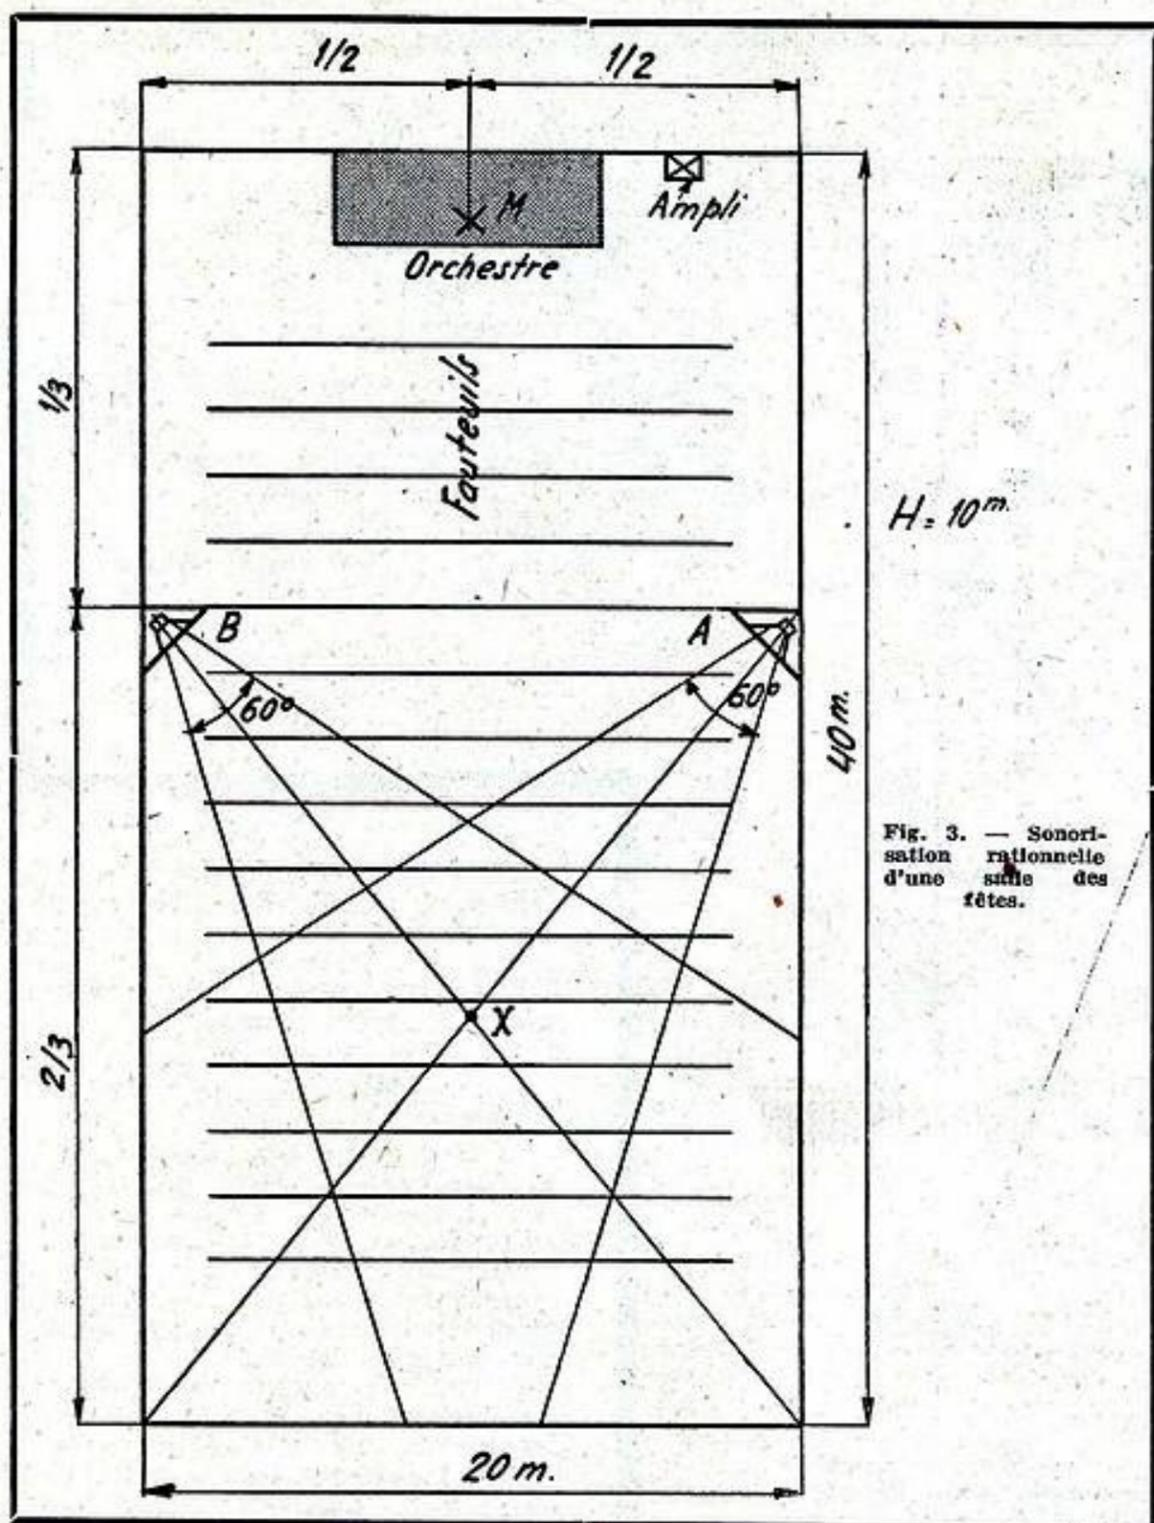

Fig. 3. — Sonorisation rationnelle d'une salle des fêtes.
Ici, il s'agit d'amplifier un orchestre ou des solistes lorsque la salle est grande. Prenons, par exemple, le cas d'une salle des fêtes. C'est une salle rectangulaire de 40 m sur 20 m et 10 m de hauteur (fig. 3). A une extrémité, s'élève la scène sur laquelle prennent place l'orchestre et les artistes. Le microphone est placé en M. Les amplificateurs doivent se trouver le plus près possible de la scène pour que le fil microphone soit court.
saire que tous les spectateurs voient l'artiste et que sa voix semble venir de la même direction. En d'autres termes, l'angle entre le rayon visuel et le rayon auditif doit être le plus faible possible, pour tous les spectateurs. Il est très désagréable de voir l'artiste devant soi et de l'entendre chanter, sur le côté ou derrière soi. C'est encore une raison pour laquelle il faut placer en A et B des haut-parleurs directs dont l'angle d'ouverture soit au maximum de 60°. Les cônes couverts sont indiqués sur la figure 3. On voit que jusqu'à la moitié de la salle, les spectateurs entendent uniquement l'artiste. Au delà, ils n'entendent que les haut-parleurs et l'angle vision-son est faible. La sonorisation est satisfaisante.
On tourne la difficulté en réalisant le schéma de la figure 3. Nous voyons qu'au lieu de relier l'extrémité masse du bobinage (M) directement à la masse, on y intercale la résistance de polarisation R_1 , de valeur convenable, shuntée par un condensateur au papier.